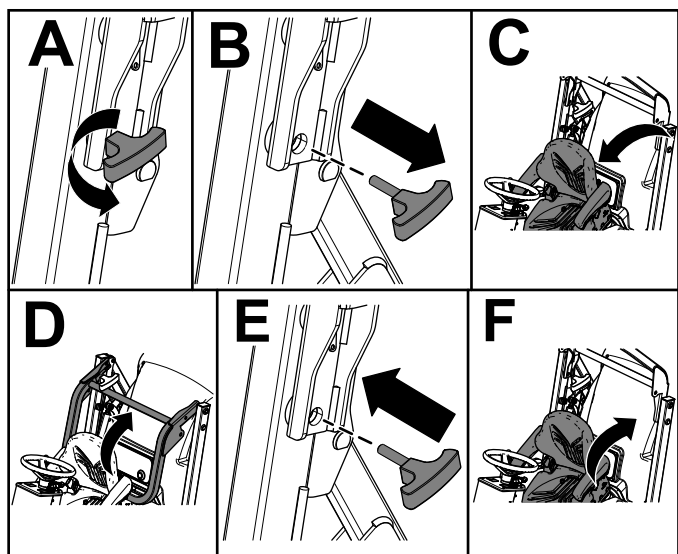

Figura 16
4. Înclinai scaunul în față (Figura 16).
5. Îndepărtați tifturile de la bara antiruluiu (Figura 16).
6. Ridicai bara antiruluiu i fixai-o cu tifturile (Figura 16).
7. Înclinai scaunul din spate în poziia blocată (Figura 16).